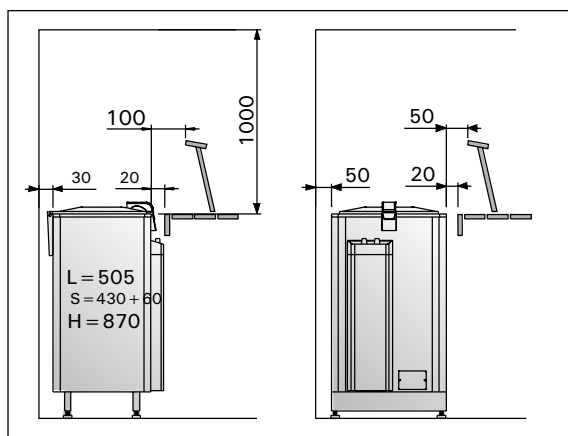

Рис. 6.
- при расположении каменки выполняются условия минимальных расстояний, изображенных на рис. 6.
При установке защитного ограждения вокруг каменки следует соблюдать расстояния, указанные на рис. 6.